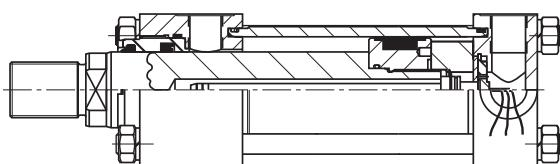

Fig. 1 Potenciómetro lineal.
(A) POTENCIOMETRO LINEAL *POTENIOMETER TYPE TRANSDUCER* (Fig. 1)